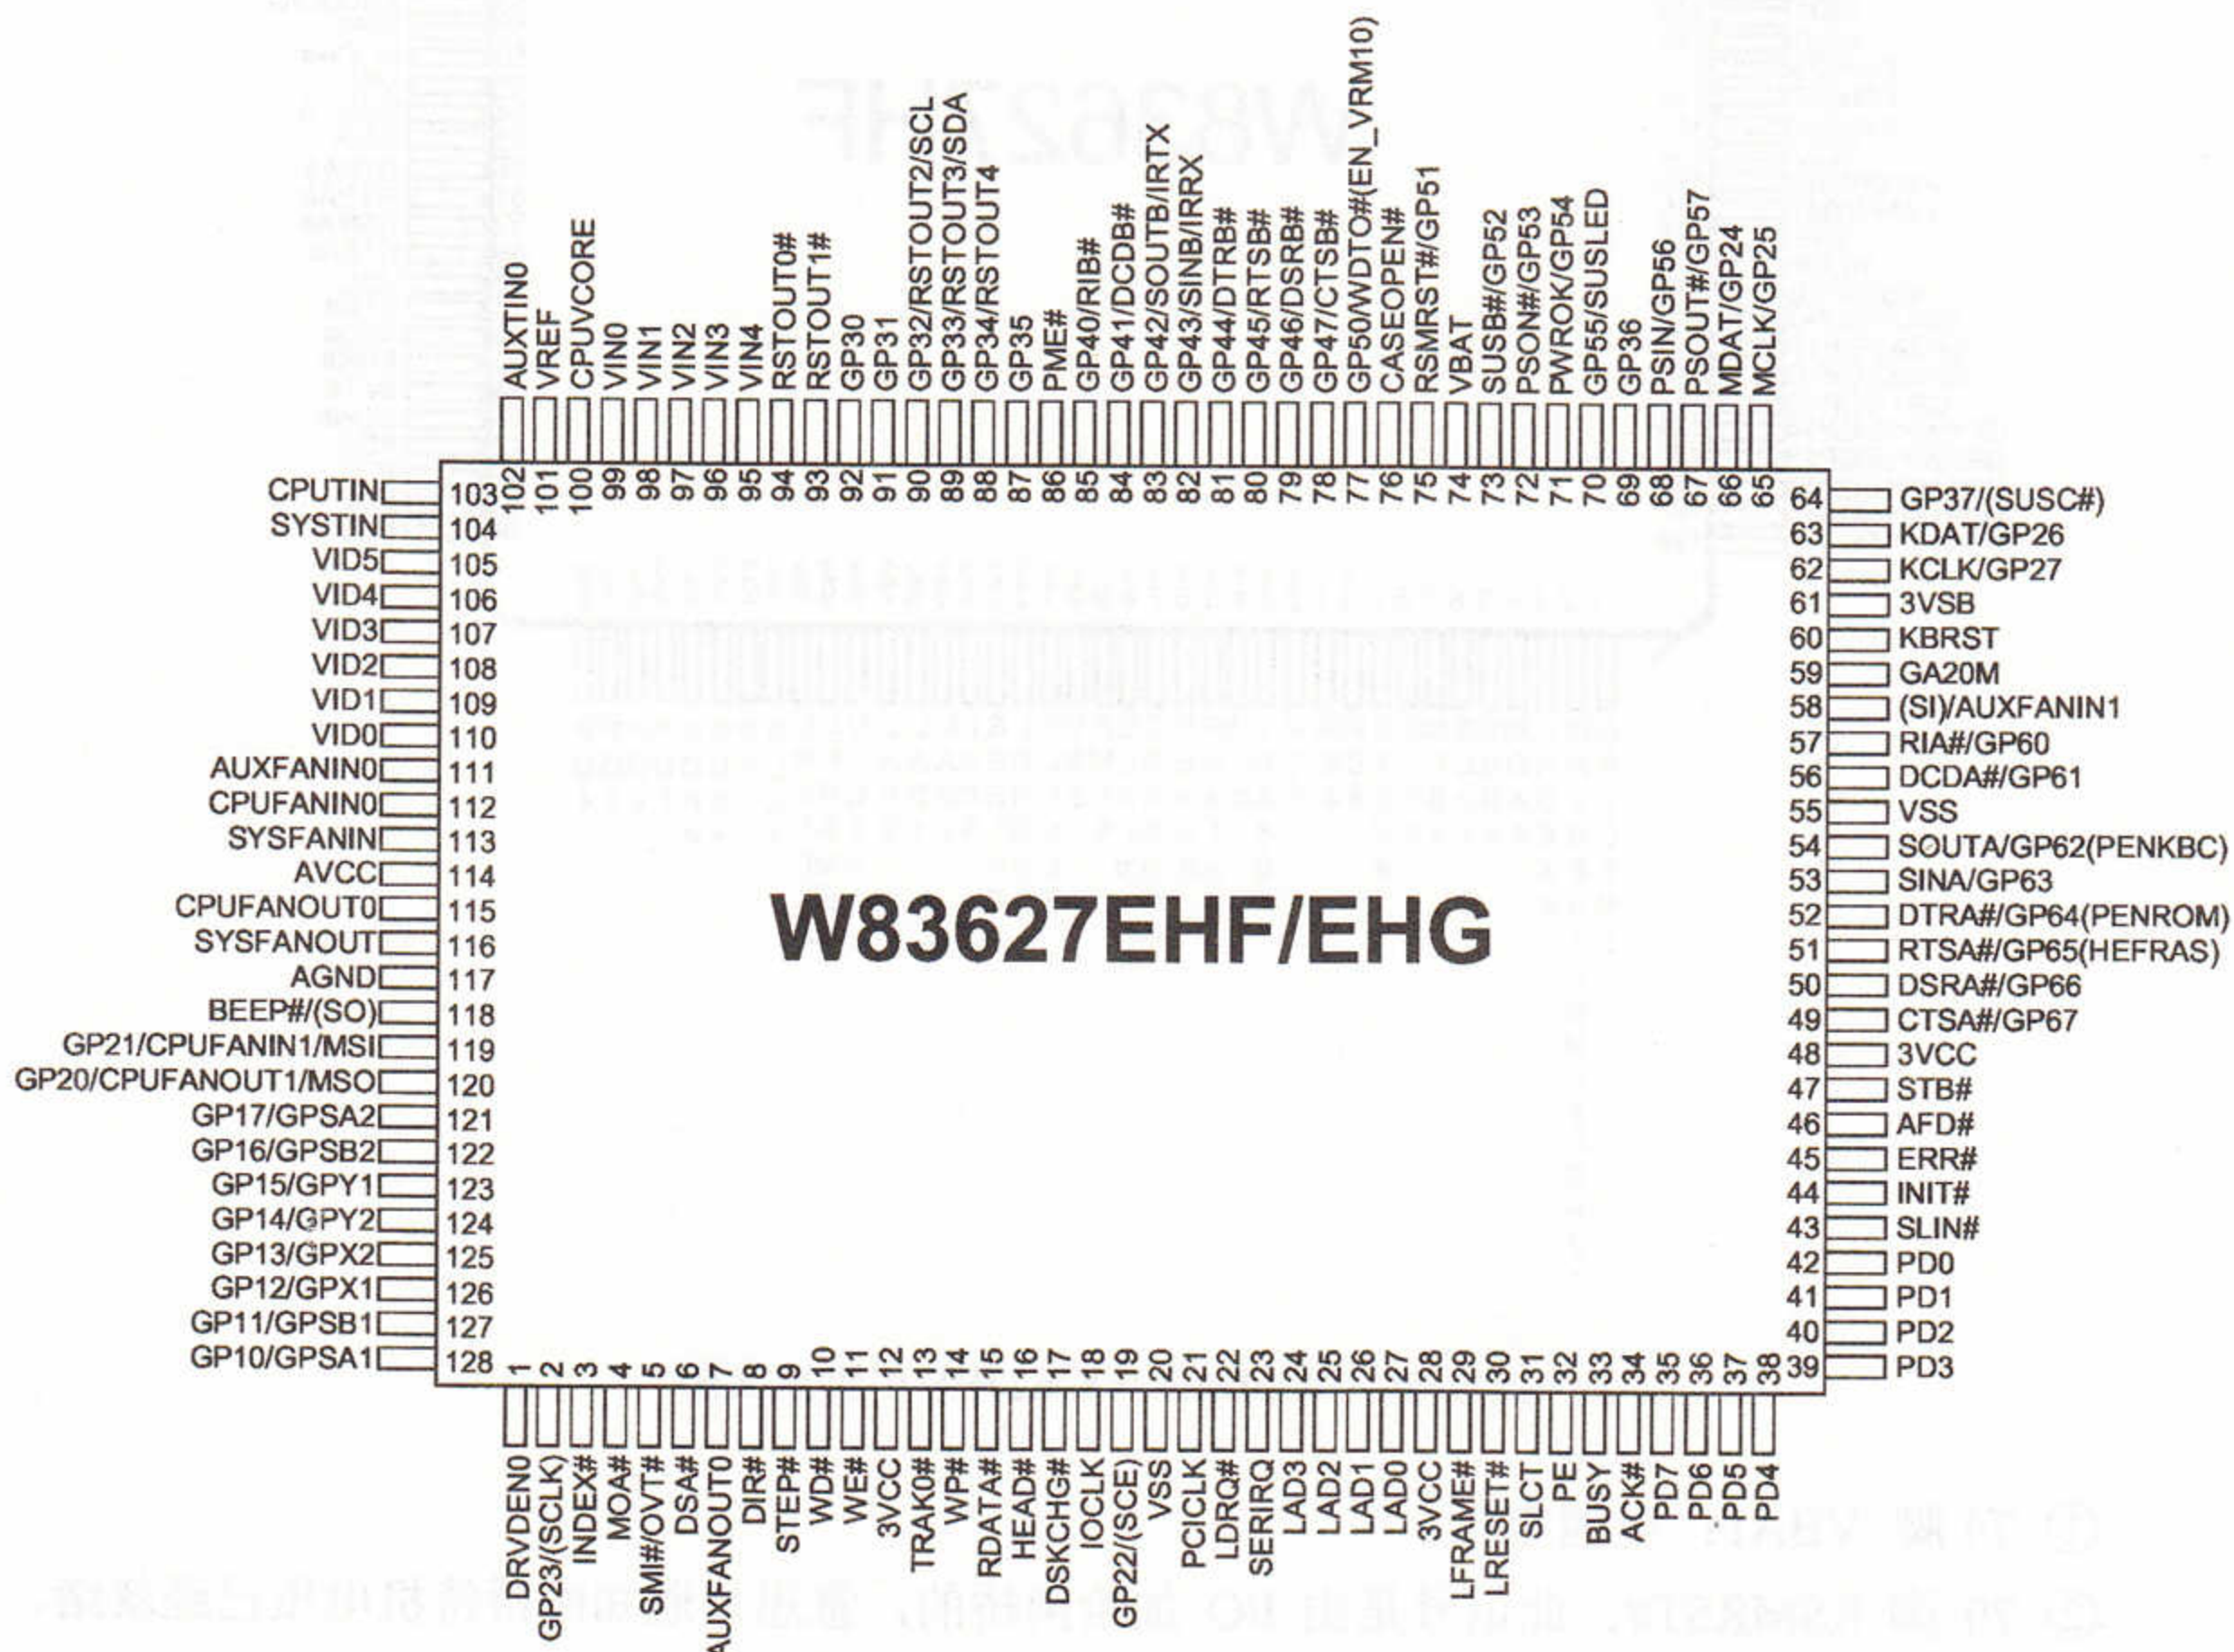
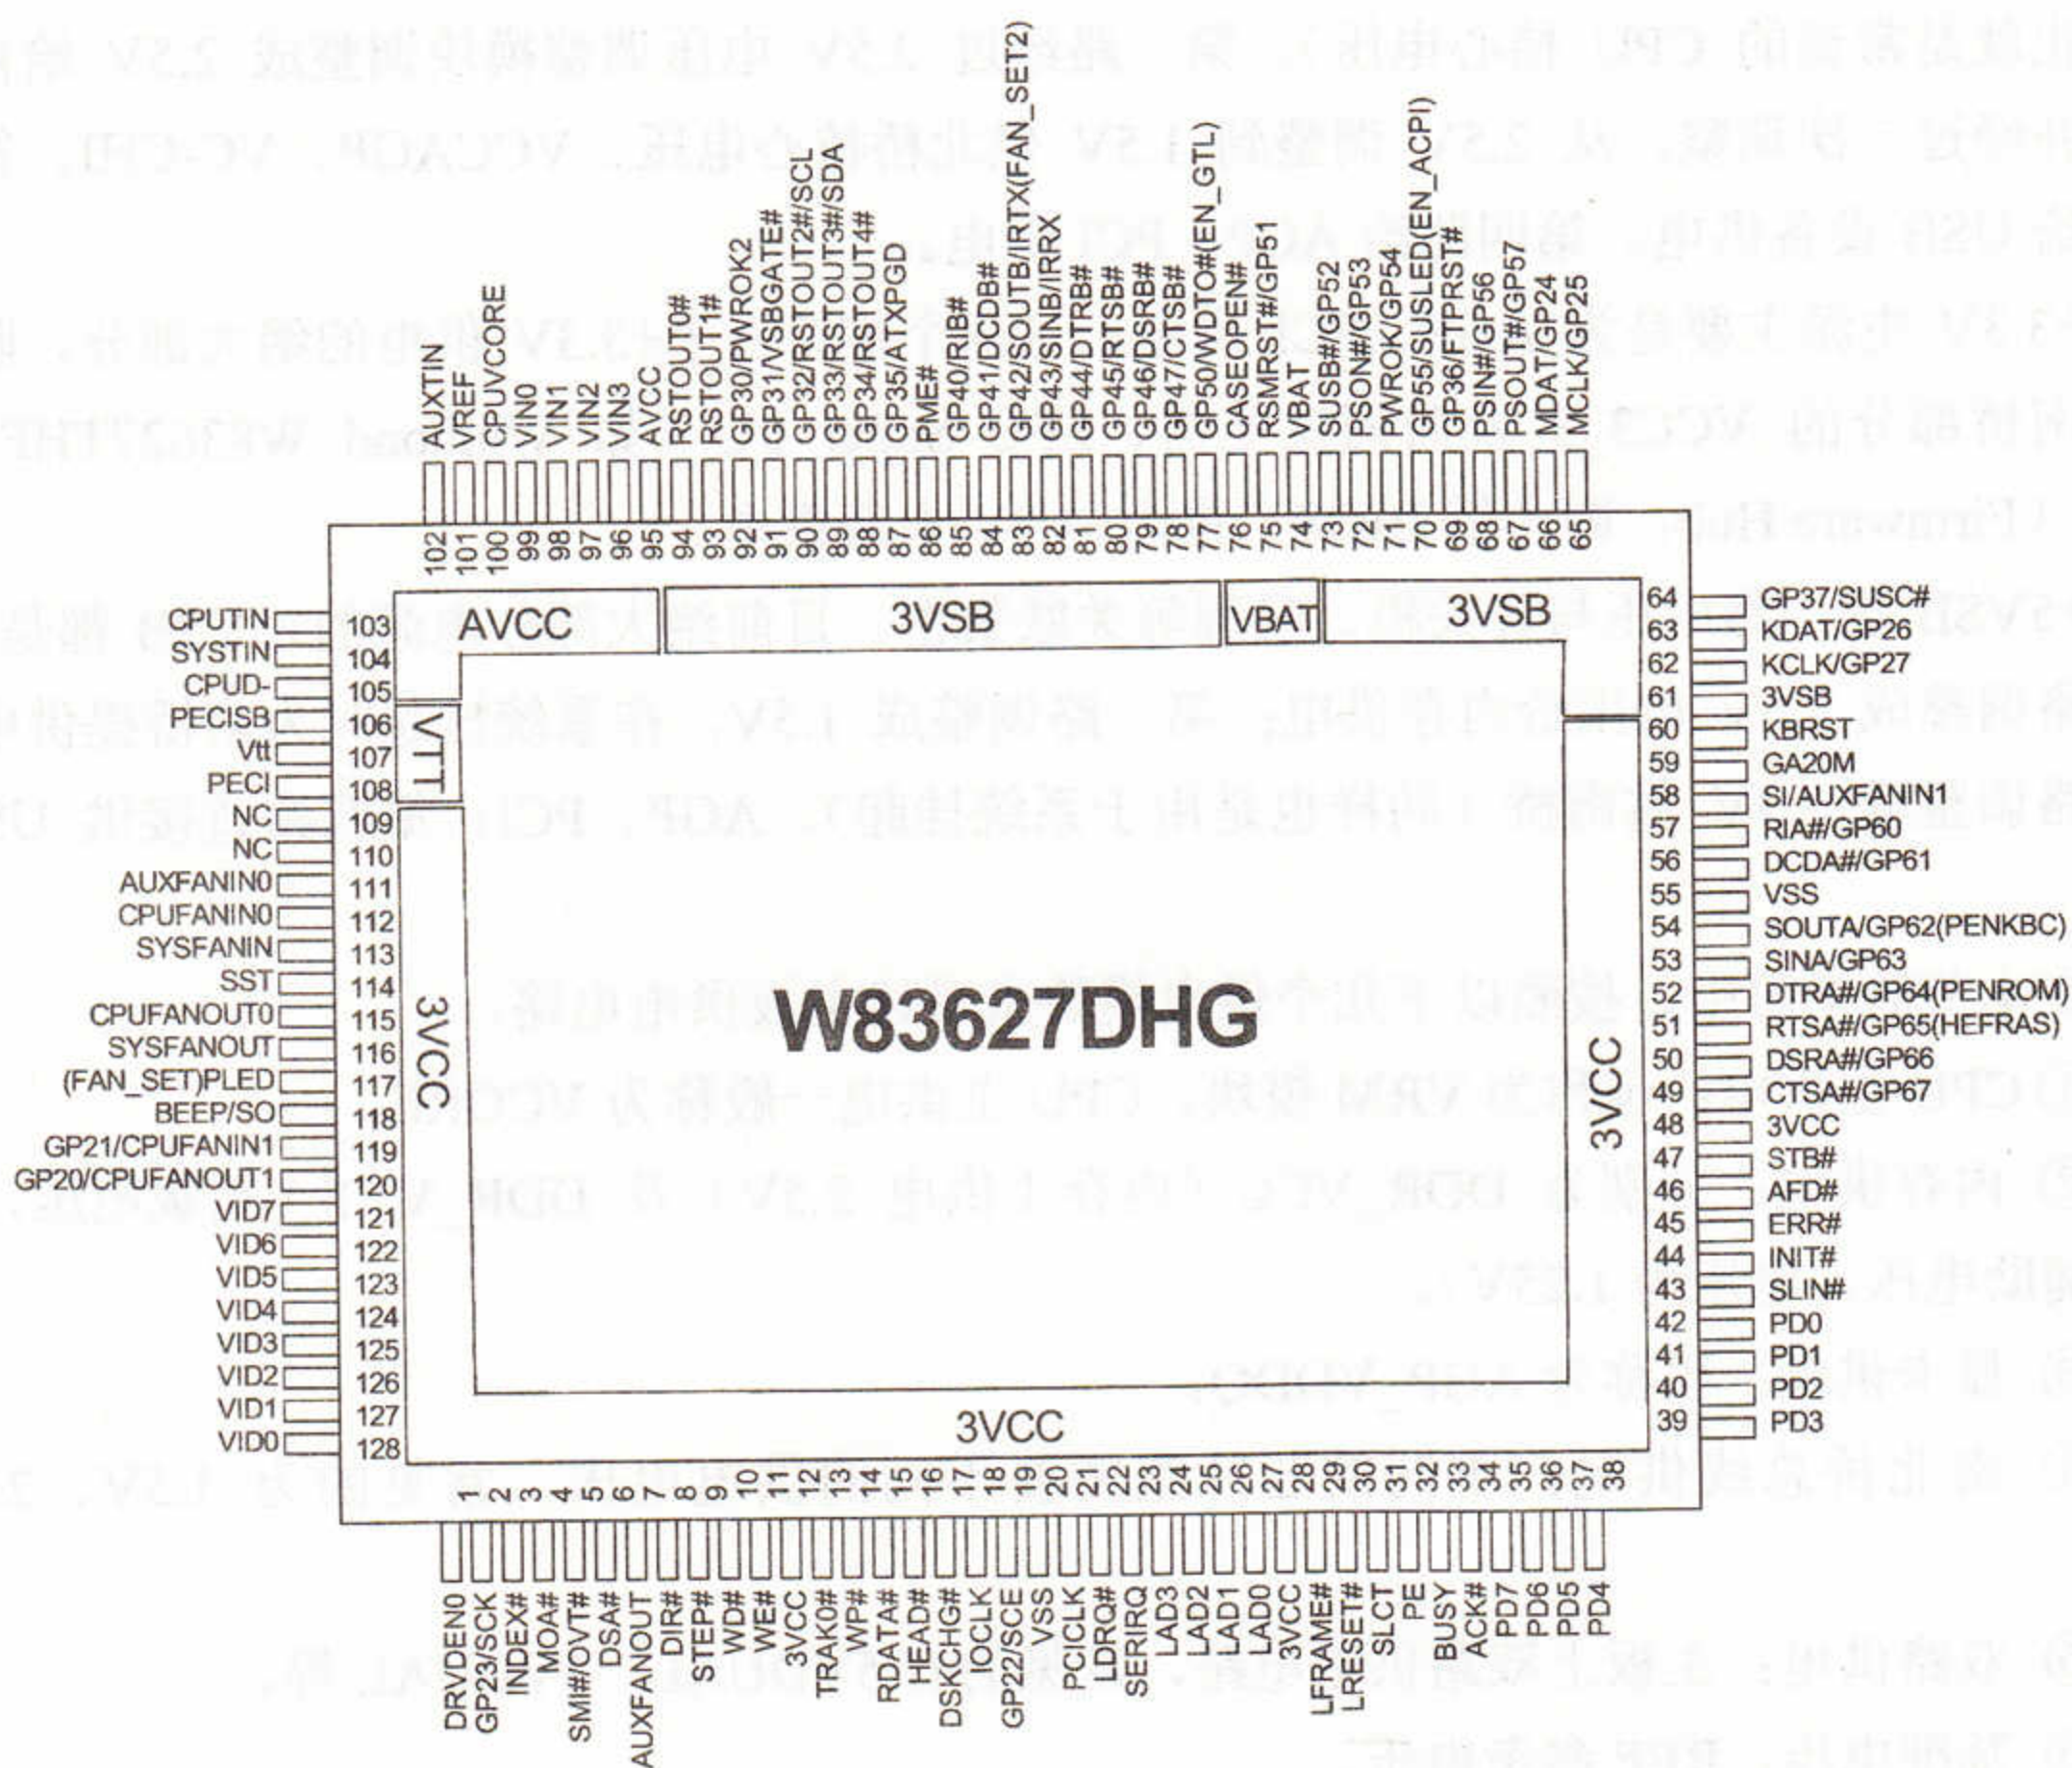

图 3-25 Winbond W83627EHF 引脚定义图
图 3-26 Winbond W83627DHG 引脚定义图
③ 68 脚 PSIN: 此脚为上电触发脚, 高电平时有效。没短接开关时, 此处为低电平, 一旦用镊子短接主板开关针 PWR 两脚时, 此处是一个高电平。I/O 芯片得到高电平信号后, 才会进行下一步工作 (过程)。
④ 67 脚 PSOUT#: I/O 芯片第 68 脚得到一个高电平触发之后, 由此脚送出 PSOUT#信号给南桥。可以把这个信号理解成由 I/O 向南桥发送的一个请求开机信号。此脚工作时由 3.3V 跳变到 0V (过程)。
⑤ 73 脚 SLP_S3# (图中是 SLP_SX#, 实际是 SLP_S3#、SLP_S4#、SLP_S5#, 这个是和厂家的定义相关的。W83627EHF (EF)、W83627DHG 此脚名为 SUSB#): 南桥得到第 67 脚送出的 PSOUT#, 此脚才有信号, 工作时由 0V 跳变到 3.3V。可以把它理解为南桥给 I/O 芯片发送的允许开机信号 (过程)。
⑥ 72 脚 PWRCTL#: 此脚是上电电路中最后完成一步的引脚。当 I/O 第 73 脚收到 SLP_S3#信号之后, 也就是说 I/O 芯片得到南桥送来的允许开机信号, 就会由此脚输出一个恒定的低电平, 把 ATX 电源第 14 脚绿色线的电压给拉低 (状态)。
W83627EHF (EF) (见图 3-25) 与 W83627DHG (见图 3-26) I/O 芯片的开机电路引脚功能介绍请参照 W83627HF。